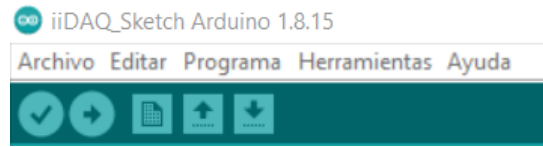
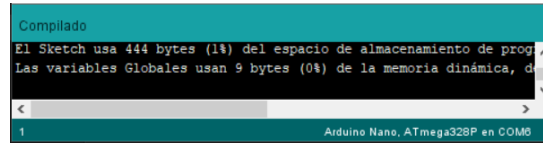

Figura 3.6: Barra para verificación y compilación del programa iiDAQsketch.
Figura 3.7: Aviso de compilación exitosa.
- En la esquina superior izquierda se muestra una barra de herramientas (Figura 3.6). Para subir el programa al sistema, dar click en el botón de *Verificar*, lo que permitirá de cierta manera compilar el programa y revisar que no existan errores. Estará listo cuando en la parte inferior aparezca el siguiente mensaje: *Compilado*, tal como se muestra en la figura 3.7.